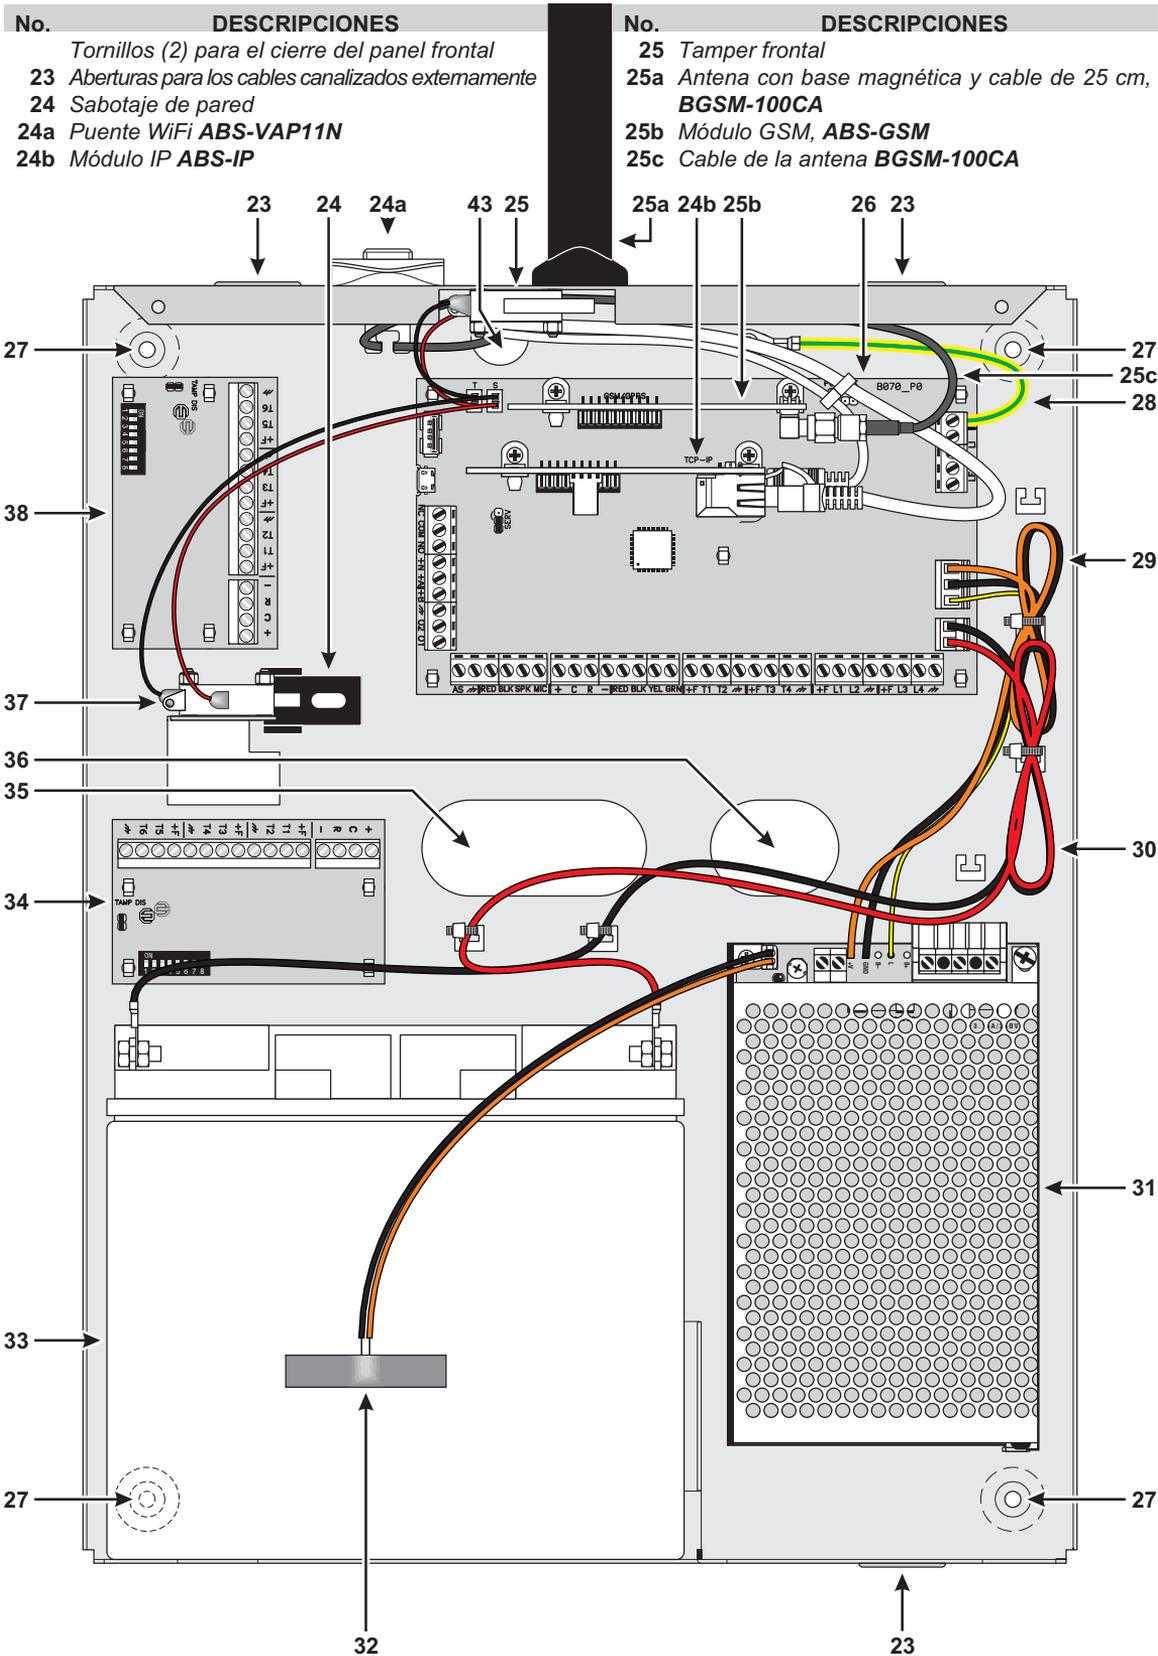
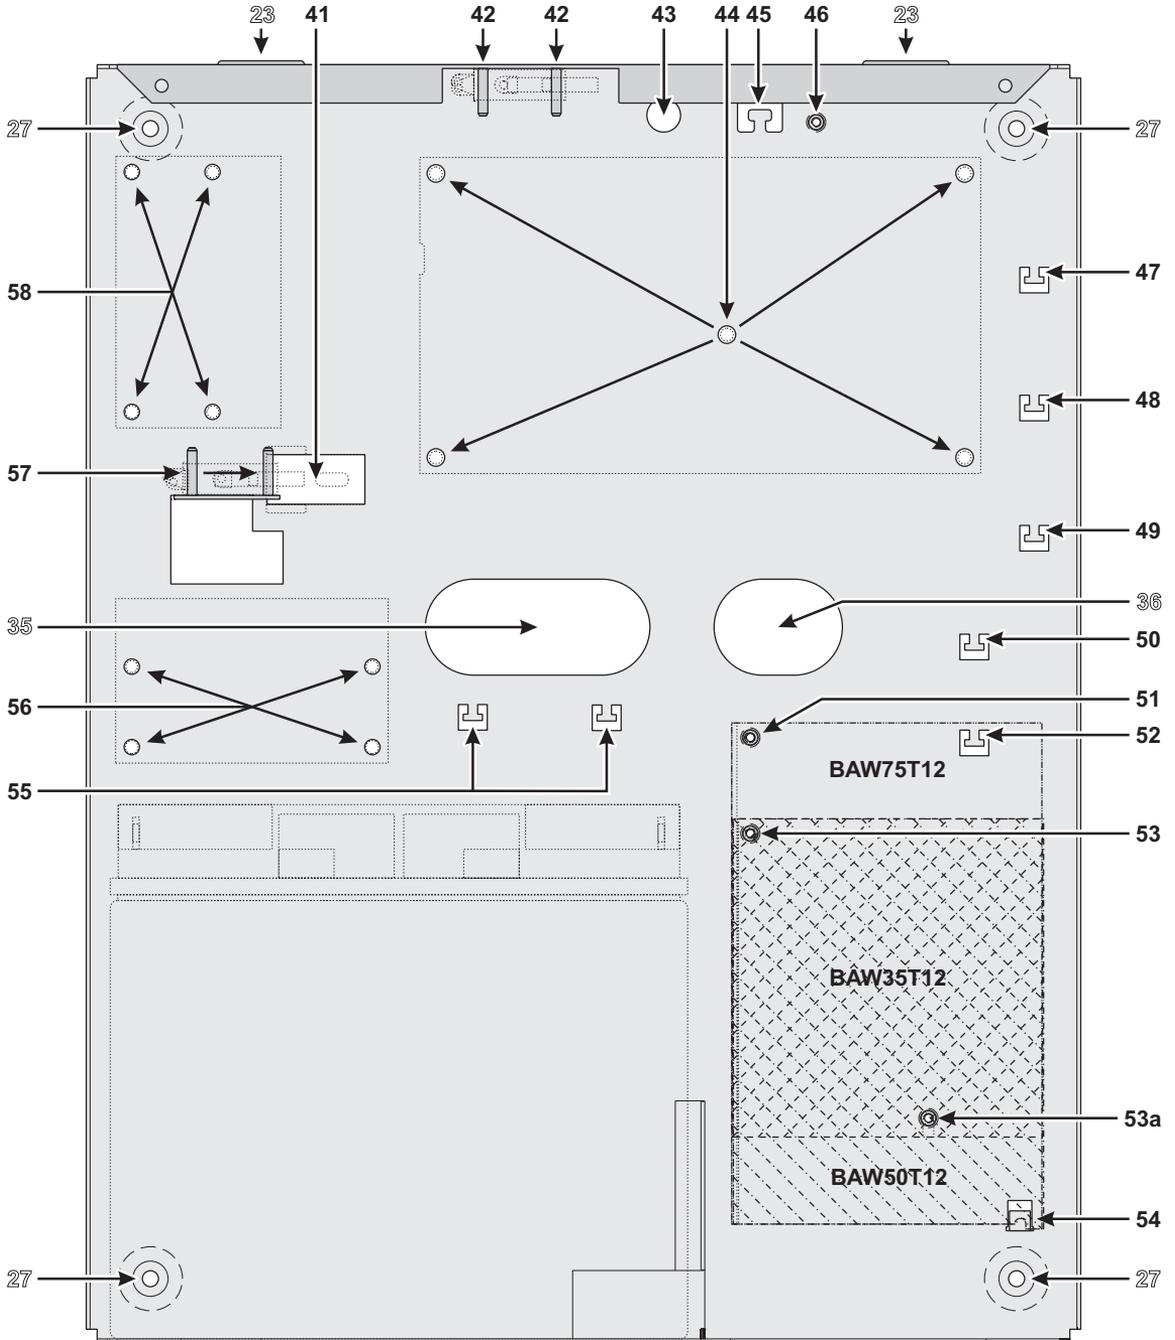

Figura 2 Partes de la central ABSOLUTA en el contenedor Metálico.
Figura 4 Fijación del contenedor Metálico.
Leer las siguientes instrucciones para el montaje de la central con el contenedor metálico **ABS-M**: tomar como referencia la Figura 4 y la Figura 2 de la página 16.
**Instalación de la fuente de alimentación** Se puede instalar el alimentador BAW35T12, BAW50T12 o BAW75T12 en el contenedor metálico, como se muestra en la Figura 2 de la página 16 (parte n.31).
**Instalación sabotaje de pared** Se puede instalar el contacto de sabotaje **MAXIASNC** (se vende por separado y necesarios para el cumplimiento con las normas EN50131-1 y EN50131-3) para detectar la abertura de la central, como se muestra en la Figura 2 en la página 16 (parte n° **25**).
11. Conectar el cable conector **3 (T)** a la Tarjeta Madre.
**Instalación sabotaje de pared** Se puede instalar el sabotaje de pared **MAXIASNC** (se vende por separado y necesarios para el cumplimiento con las normas EN50131-1 y EN50131-3) para detectar la extracción de la central, como se muestra en la Figura 2 en la página 16 (parte n° **37**).
14. Conectar el cable conector **4 (S)** a la Tarjeta Madre
**Instalación Expansión Entrada/Salida** Es posible instalar hasta dos Expansores Entrada/Salida **M-IN/OUT** en el contenedor metálico, como se muestra en la Figura 2 en la página 16 (partes n° **34** y **38**).